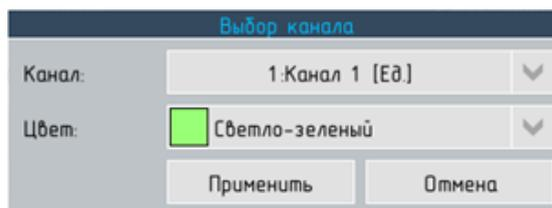

Рисунок 6.53 – Диалоговое окно для добавления канала в состав группы.
- ▶ диалог выбор канала – на вкладке каналы (см. рисунок 6.53):